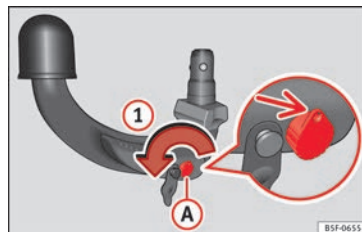

Fig. 226 Passo 1
- Rode a chave no sentido da seta ① até que a parte furada da chave chegue a sua posição superior »» Fig. 226.